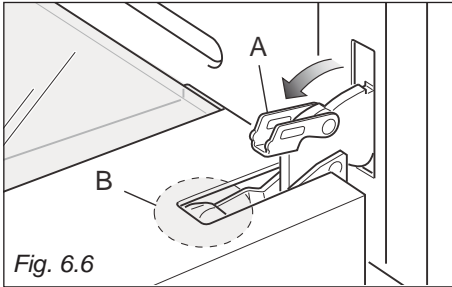

Fig. 6.6
- Låskrokar "A" öppnas på höger och vänster sida (Fig. 6.6).